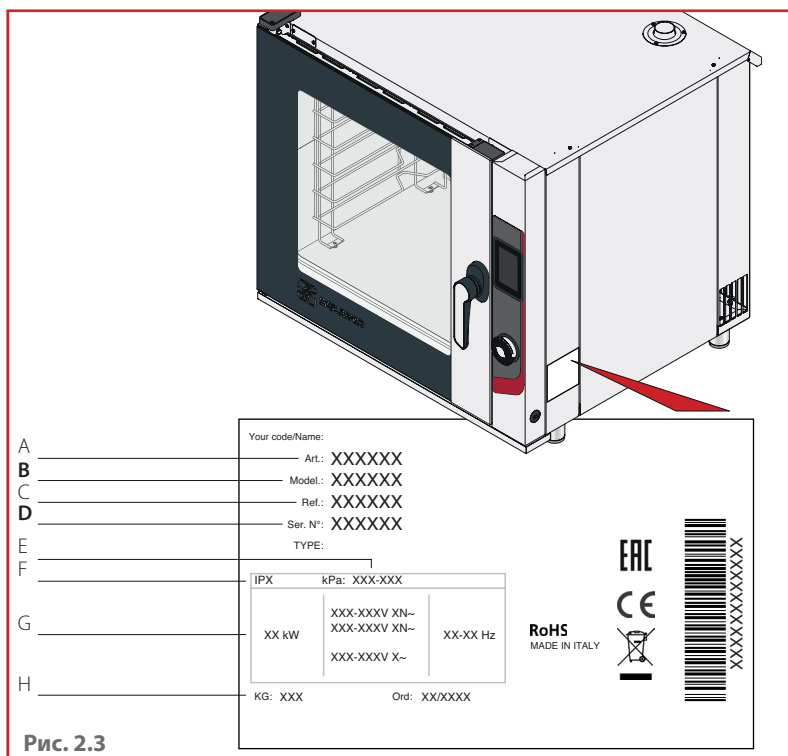

Рис. 2.3
- Перед установкой устройства, следует проверить соответствие систем нормам, действующим в стране использования, а также сведениям, приведенным на паспортной табличке ► Рис. 2.3.
- определить данные устройства на табличке технических данных ► Рис. 2.3;
► Рис. 2.3